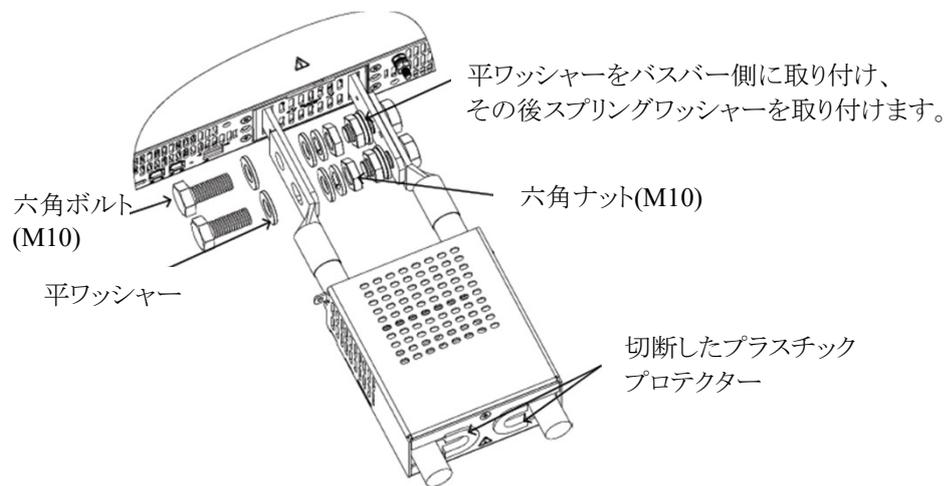

図4-27 負荷線の接続方法
5. 図4-27に示すように負荷線をバスバーに固定し、先ほど切断したプラスチックプロテクターとともに出力端子カバーを組み立てます。